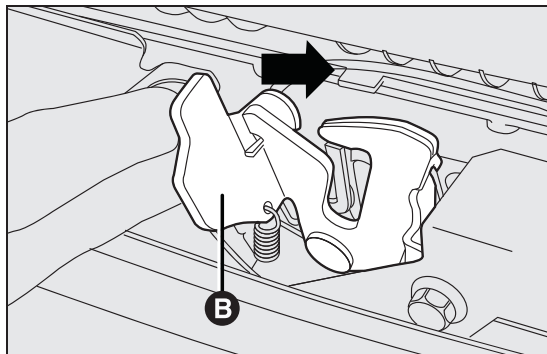

fig. 60
- ☐ verplaats het hendeltje B fig. 60 naar rechts, zoals aangegeven in de afbeelding